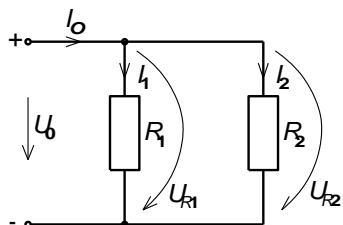

Рис. 5.
**Задача 5.** Для электрической цепи, представленной на рис. 5, необходимо: